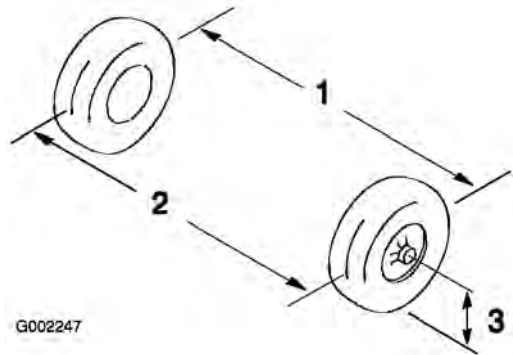

図 50
2. 前輪の前と後ろで、左右のタイヤの中央線間距離を測る；計測はアクスの高さで行う（図 50）。